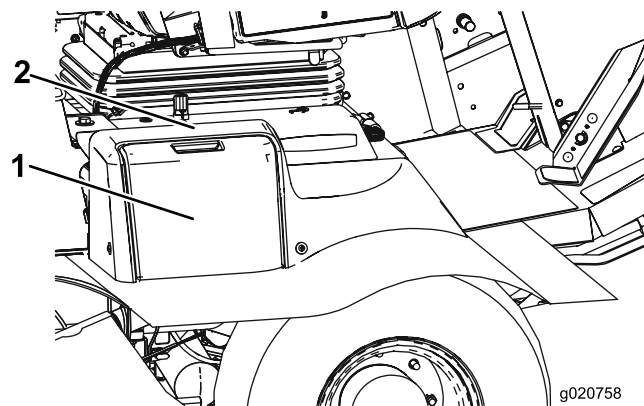

Figure 2
1. Ouvrez le couvercle de la batterie sur le côté du carénage (Figure 2).